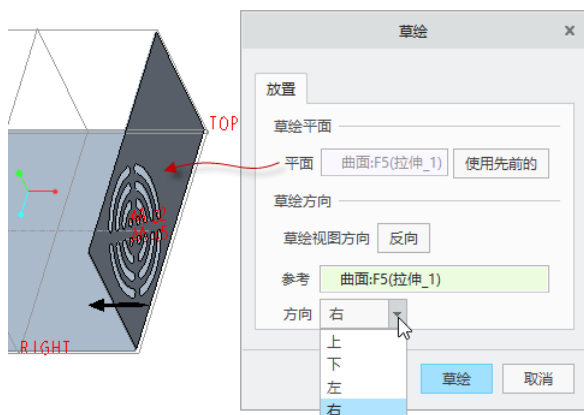

图 6-70 定义草绘平面
(1) 单击  (拉伸) 按钮, 打开“拉伸”选项卡, 暂时接受默认的钣金件切口设置。
(2) 在“拉伸”选项卡中打开“放置”面板。单击“放置”面板上的“定义”按钮, 弹出“草绘”对话框。选择图 6-70 所示的钣金曲面定义草绘平面, 并在“草绘”对话框的“方向”下拉列表框中选择“右”选项, 单击“草绘”按钮, 进入草绘器。